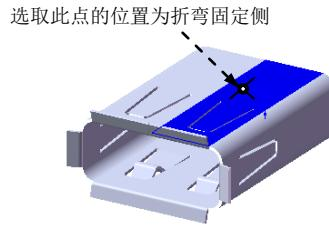

图 10.55 固定侧的位置
(3) 定义绘制的折弯参数。在图 10.55 所示的位置处单击，确定折弯固定侧；在 **折弯位置:** 选项中选取“折弯在外”按钮 ，并在 **文本框** 中输入角度值 90；取消 **使用默认半径(U)** 复选框，在 **文本框** 中输入折弯半径值 0.5。